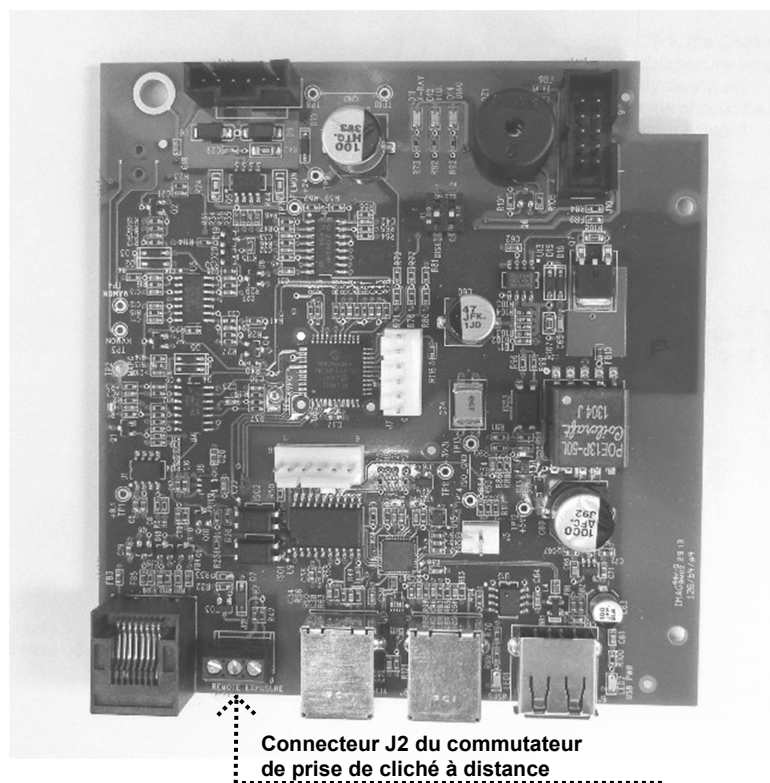

Figure 64
1. Si l'indicateur du tableau de commande n'émet aucun son, vérifiez l'état des commutateurs de prise de cliché à distance. Il est préférable de tester ces commutateurs en utilisant une méthode de substitution, bien qu'il soit possible d'appliquer momentanément un câble de liaison entre les contacts de J3, illustrés à la *Figure 64*, sur la carte logique pour simuler la fermeture d'un commutateur de prise de cliché.